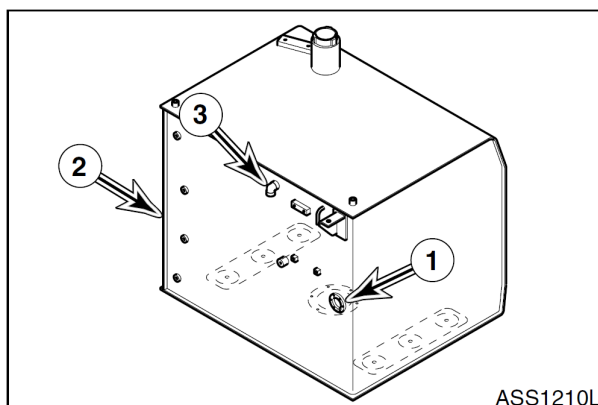

Рис. 8
16. Пометить и отсоединить провода, ведущие к датчику топлива (1, рис. 8) на боку топливного бака (2).
17. Снять компоненты при их наличии с насоса заливной горловины (3, рис. 8) на боку топливного бака (2).